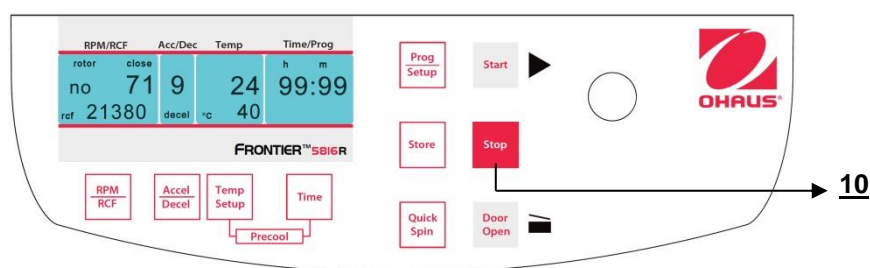

Figura 27
Mediante il tasto **"Stop"** (10) (Vedere figura 27) è possibile interrompere il ciclo in ogni momento. Dopo aver premuto il tasto, la centrifuga decelera all'intensità preselezionata fino a che non si arresta.